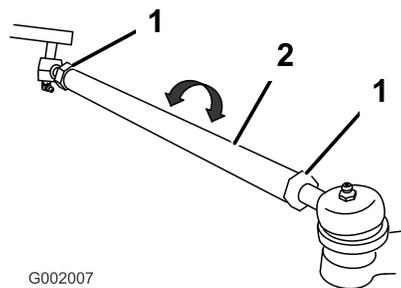

Рисунок 51
- Если измеренное значение не находится в пределах заданного диапазона, ослабьте контргайки с обоих концов тяг (Рисунок 51).